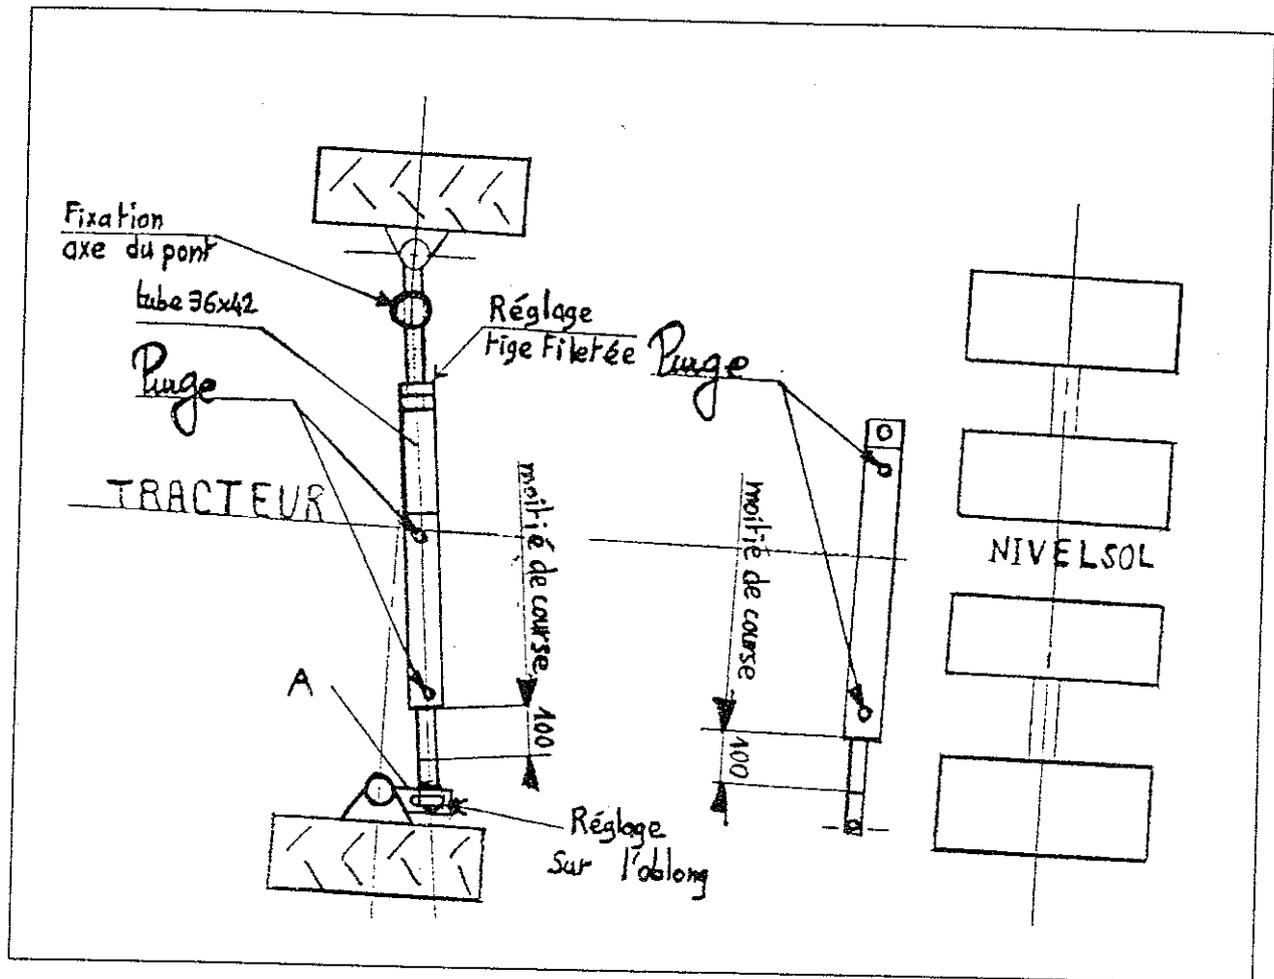

Figure 7 Montage de la direction hydraulique
9) MONTAGE DE LA DIRECTION HYDRAULIQUE TYPE H (Figure 7)